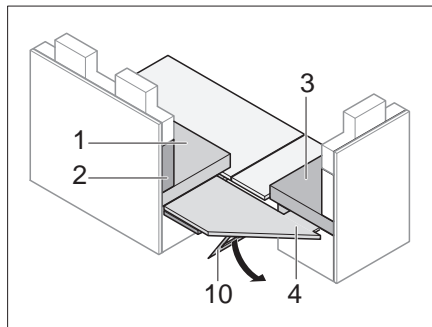

Bild 144 Verstärkungsplatte einsetzen
- Verstärkungsplatte (Bild 144,4) auf Sitzbankverlängerung auflegen.
- Stütze (Bild 144,10) unter der Verstärkungsplatte (Bild 144,4) ausklappen.